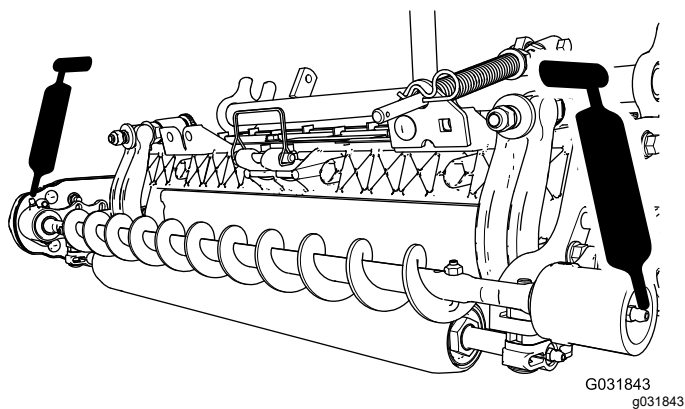

图 20
3. 用 2 号通用型锂基润滑脂润滑每个滚筒刷轴承座上的黄油嘴 图 20。